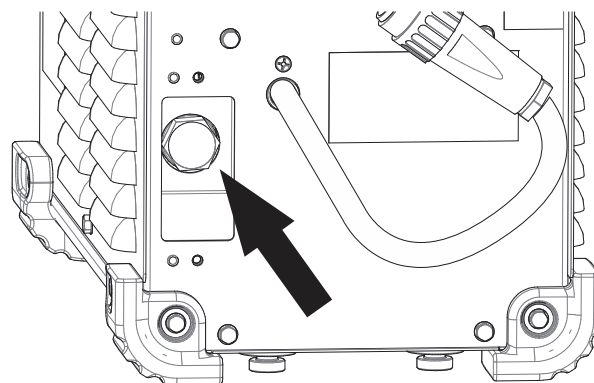

Figura 10
- Apoi scoateți șurubul mare de alamă. A se vedea Figura 10. Se poate utiliza o priză adâncă sau indusă și clești cu canelură. Se poate scurge o cantitate mică de agent de răcire.